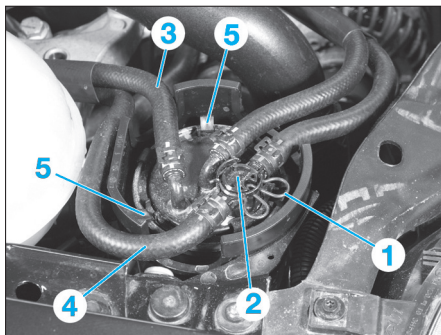

Fig. 28
- Déposer l'épingle de verrouillage (1) (Fig.28).
- Soulever le clapet régulateur (2) avec les flexibles branchés.
- Débrancher les flexibles (3) et (4).
- Écarter les ergots de retenue (5).